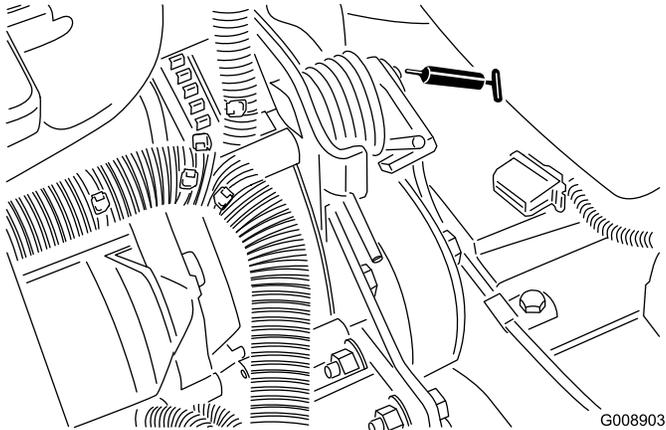

Figure 37
- Pivot de tension de courroie (Figure 37)